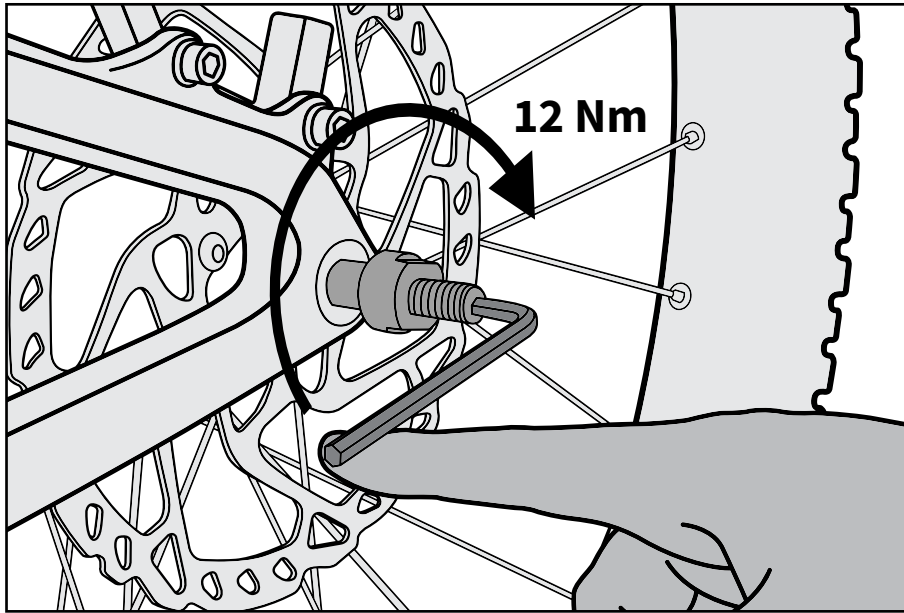

Fig 5
7. Tighten the thru axle to 12 Nm with a 5mm Allen wrench (Fig 5).
7. Serrez l'axe traversant à 12 Nm à l'aide d'une clé Allen 5mm (Fig. 5).